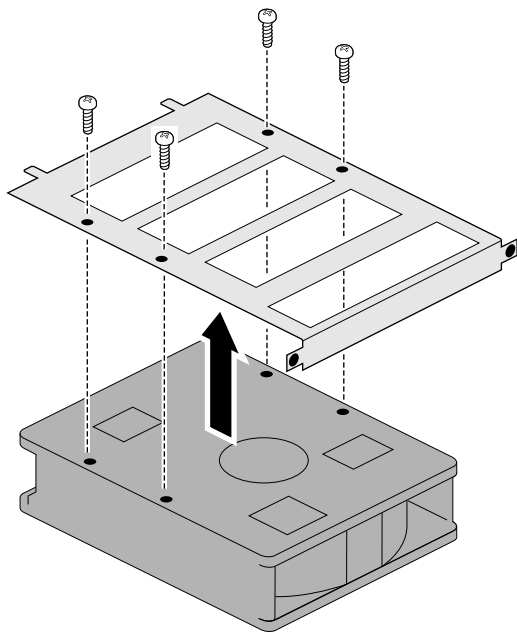

Figure 4-19 Retrait du support
6. Ôtez le disque de son support en retirant les quatre vis (voir Figure 4-19).